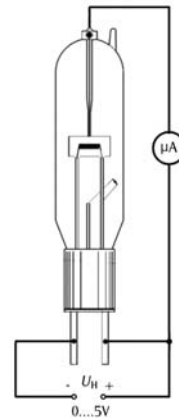

Fig. 2a Montaje de circuito para la comprobación del efecto Edison con la ayuda de un multímetro
- Realice el circuito de acuerdo con la Fig. 2a/b.